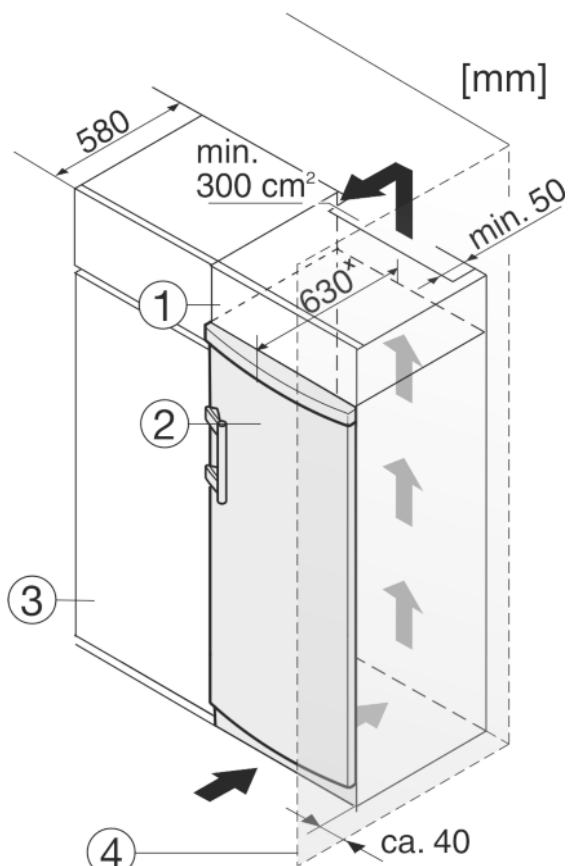

Fig. 11
- (1) Mobile da appoggio (3) Mobile da cucina
(2) Apparecchio (4) Parete
L'apparecchio può essere incassato in mobili da cucina. Per adattare l'apparecchio Fig. 11 (2) all'altezza della cucina componibile, è possibile applicare sopra l'apparecchio un mobile da appoggio Fig. 11 (1).
Si la cocina posee armarios (profundidad máx. 580 mm), el aparato se puede colocar directamente junto al armario de cocina Fig. 11 (3). El aparato sobresale 34 mm * por los lados y 50 mm * en el centro del aparato respecto al frente del armario de cocina.
Se l'apparecchio con cerniere viene installato accanto ad una parete Fig. 11 (4), la distanza minima fra l'apparecchio e la parete deve essere almeno di 40 mm, che corrisponde alla sporgenza della maniglia con la porta aperta.